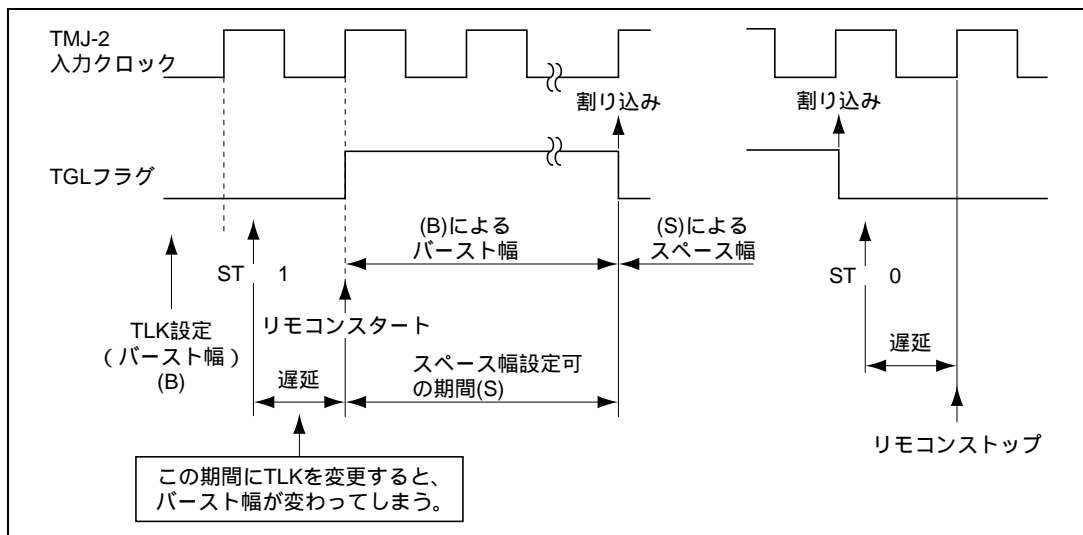

図 14.4 リモコン送信の制御
タイマ J をリモコンモードにすると、スタートビット (ST) は TMJ-2 の入力クロックに同期してセット/クリアされるため、ST ビットを 1 にセットしてからリモコン送信動作に入るまで、最大で入力クロックの周期分だけ遅延が生じます。そのため、ST ビットを 1 にセットしてから、入力クロックの次の周期が来るまでの間に、TLK を書き換えると、最初のパースト幅が図 14.4 に示すように変わってしまいます。